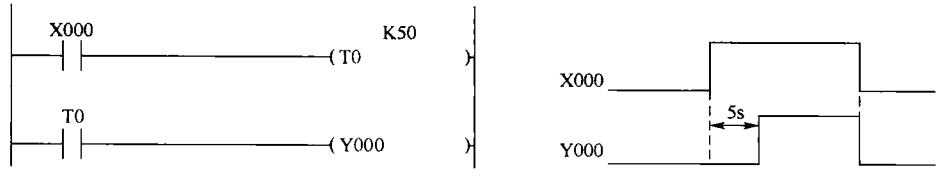

图 2-27 延时接通程序及时序图
1) 接通开关 X000，延时 5s 后输出继电器 Y000 接通，PLC 程序及时序图如图 2-27 所示。